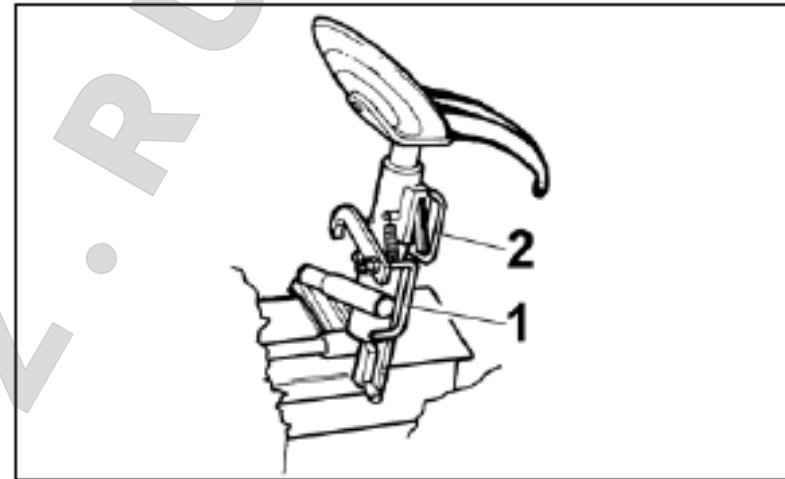

Рис.12
7. Для поднятия рычага инструмента монтажа, отпустите педаль (№1 Рис.12) и задействуйте рукоятку (№2 Рис.12). Рычаг возвращается в исходную позицию подпружиненным механизмом поэтому требуемое усилие минимально.